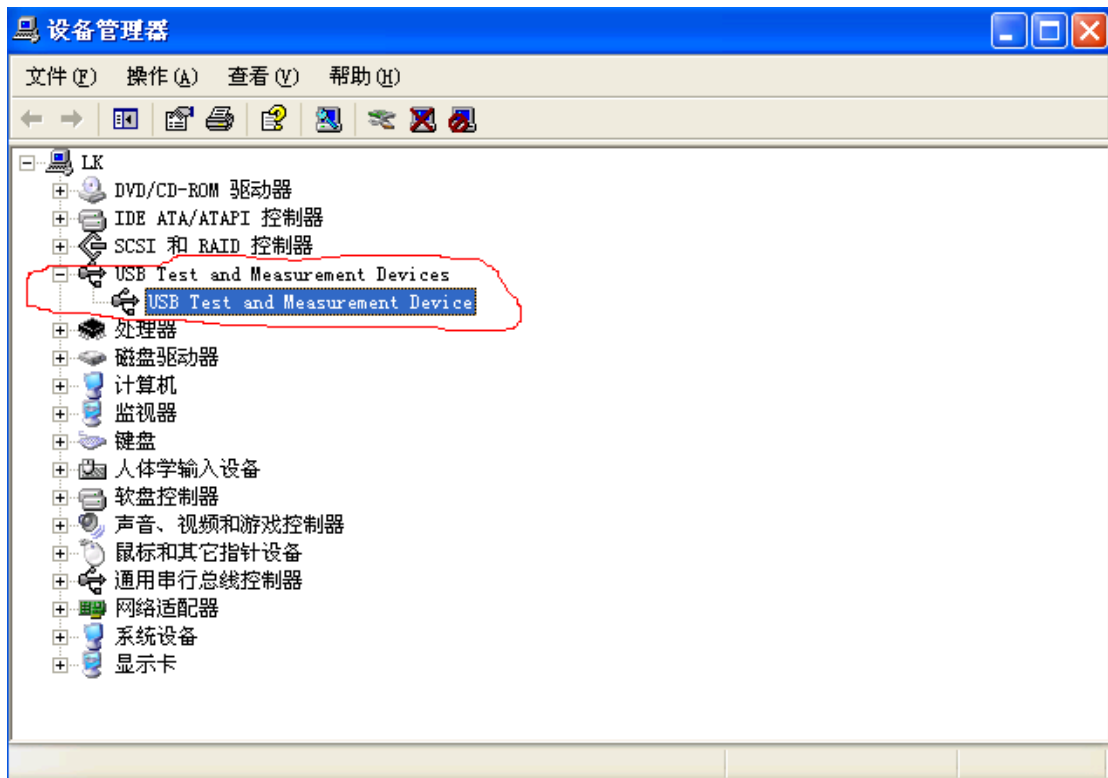

图 6-7 已安装 USBTMC 驱动资源管理器显示
**安装驱动：**USBTMC 的驱动安装过程与 USBCDC 类似，请参照 4.1.2.3.1 节，在此不再详细描述。驱动安装好之后，在用户电脑的资源管理器中将看到“USB Test and Measurement Devices”字样，如图 6-7 所示。